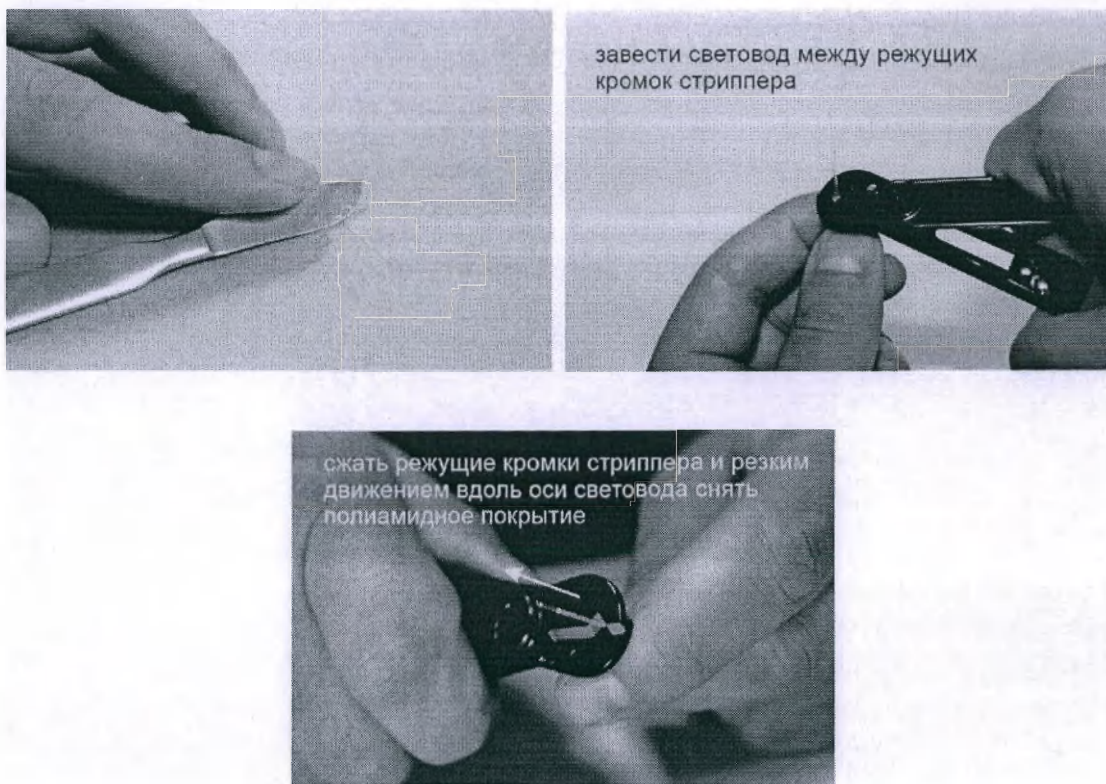

Рисунок 18
3) подрежьте острым ножом защитную трубку примерно на 150 мм (смотри рисунок 18)